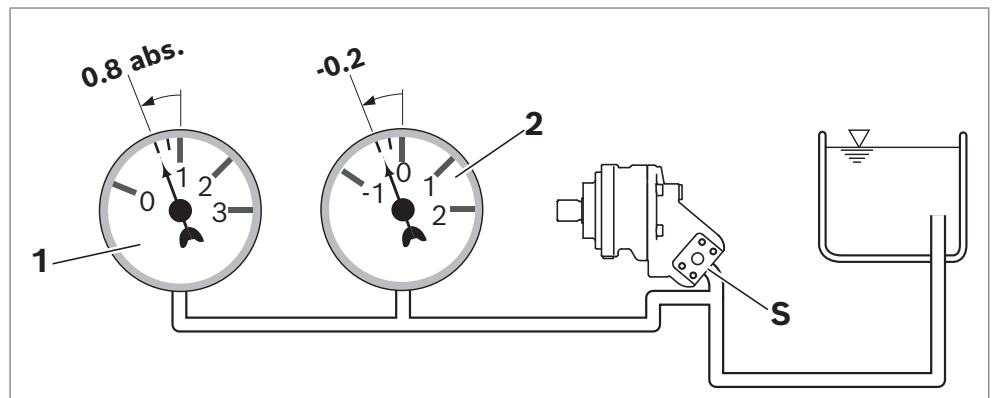

Abb. 6: Saugdruck
- ▶ Stellen Sie sicher, dass für die Axialkolbenpumpe in allen Einbaupositionen und Einbaulagen im Betrieb ein minimaler Saugdruck von 0.8 bar absolut am Anschluss **S** vorliegt, siehe Abb. 6. Weitere Druckwerte siehe Datenblatt.